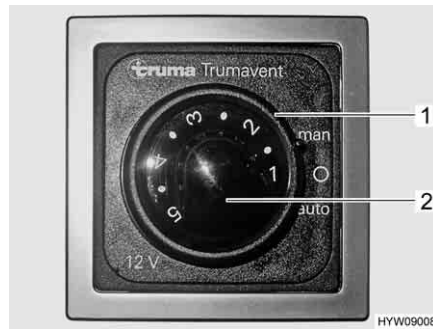

Fig. 102 Interruttore di comando
- Posizionare l'interruttore girevole (Fig. 102,1) su "man" (regolazione manuale) o su "auto" (funzionamento automatico).
- Impostare con la manopola (Fig. 102,2) la prestazione della ventola di ricircolo dell'aria desiderata (regolazione manuale) oppure limitarla (funzionamento automatico).
- Posizionare l'interruttore girevole (Fig. 102,1) su "0".